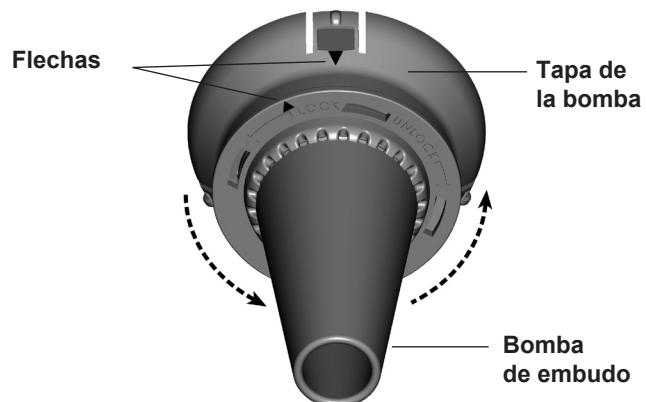

**Figura 17**
- Coloque el atomizador en el depósito superior, alinee los tres orificios ovalados del atomizador con los tres dientes del depósito superior. El lado del atomizador que tiene los tres guías cortas debe estar mirando hacia arriba. Vea la figura 17.